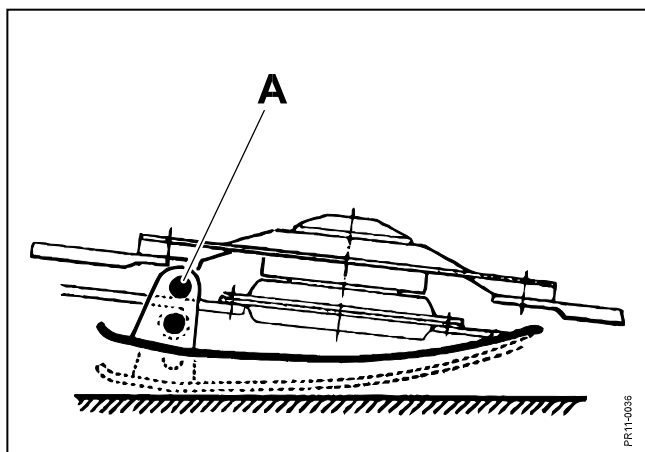

Fig. 3-11
- Fig. 3-11** 2) **Stubbhöjden** regleras med ställbara släpskor under rotorbalken, samt genom justering av rotorbalkens lutning.